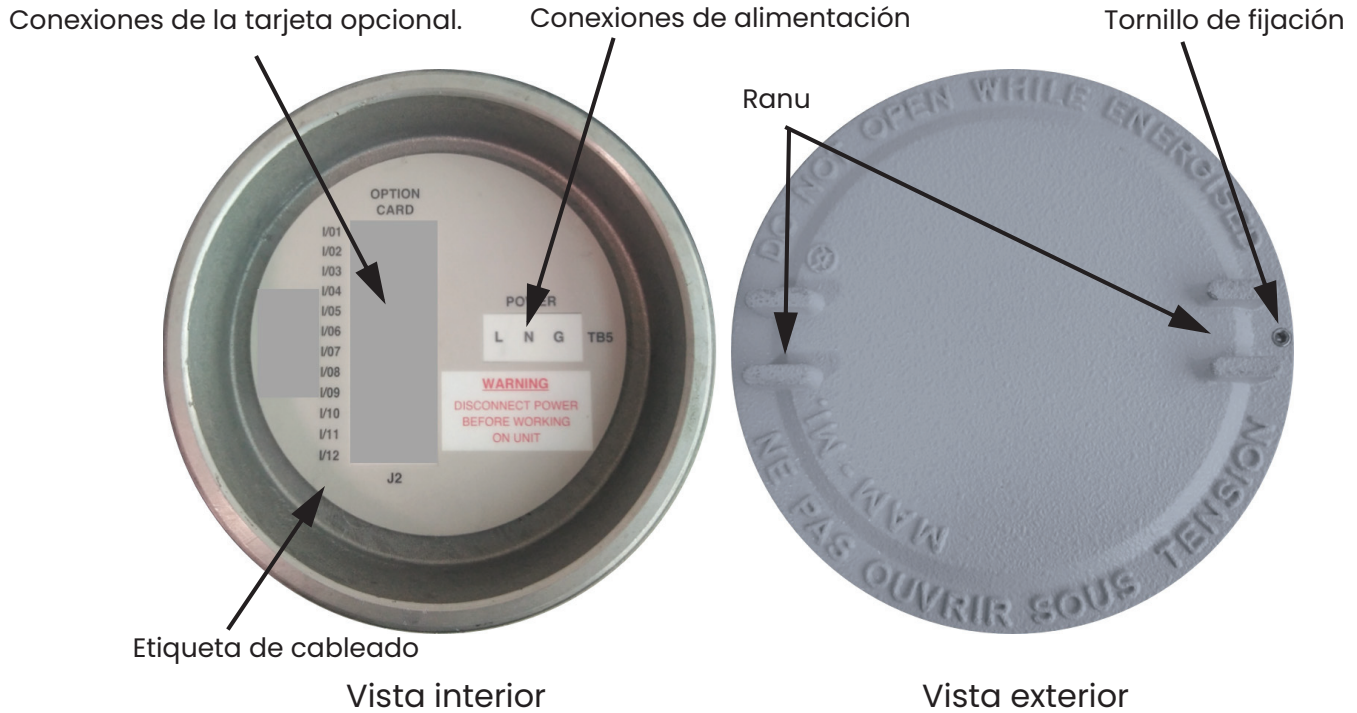
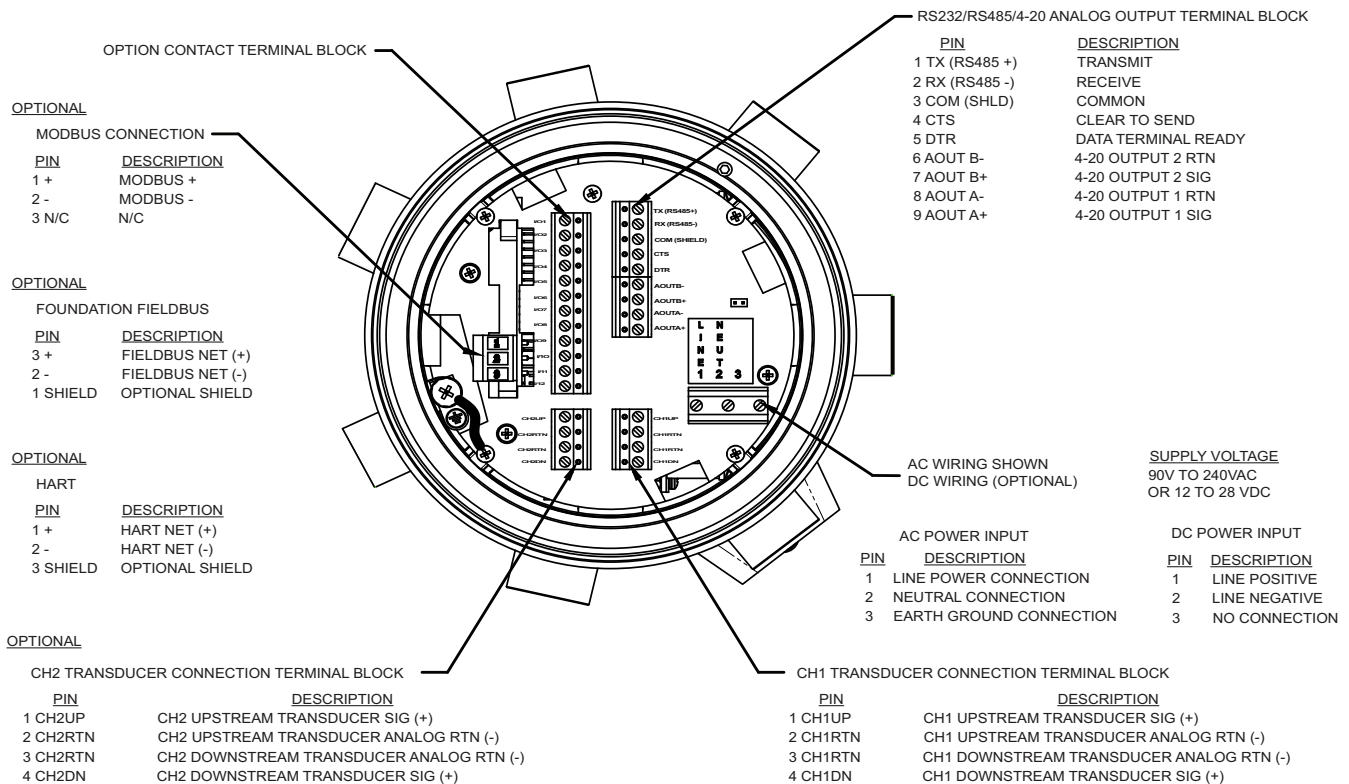

Figura 9: Tapa trasera con etiquetas de conexión
Figura 13: Electrónica del transmisor - diagrama de cableado (plano de ref. N° 702-1846)
Para preparar el caudalímetro de gas de proceso PanaFlow Z1G/Z2G para el cableado, consulte la figura 9 y siga los pasos que se indican a continuación:
Consulte la figura 13 en la página 14 para localizar el bloque de terminales correcto y conecte la alimentación de línea como se indica a continuación:
4. Pase el cable a través del orificio del conducto y conecte los cables de alimentación de línea al bloque de terminales, utilizando las asignaciones de números de clavija que se muestran en la figura 13 de la página 14.
3. Consulte la figura 13 en la página 14 para localizar el bloque de terminales correcto y cablee las salidas analógicas como se muestra. Fije la abrazadera del cable.
Consulte la figura 13 en la página 14 para localizar el bloque de terminales correcto y cablee el puerto serie RS485 como se indica a continuación:
3. Localice el bloque de terminales de 12 patillas en la figura 13 de la página 14 y cablee la tarjeta opcional como se indica en la etiqueta del interior de la cubierta posterior (consulte la figura 9 de la página 7). Fije la abrazadera del cable.
Antes de realizar cualquier conexión, siga los pasos indicados en "Realización de las conexiones eléctricas" en la página 10. A continuación, cablee las entradas analógicas como se indica en la etiqueta de la cubierta posterior (consulte la figura 9 en la página 7).
La tarjeta opcional de entradas RTD del caudalímetro de gas de proceso PanaFlow Z1G/Z2G proporciona dos o cuatro entradas RTD directas (designadas como A, B, C y D). Cada entrada RTD requiere tres cables, y debe conectarse como se indica en la etiqueta de la cubierta posterior (vea la figura 9 en la página 7).
Para conectar la interfaz HART, consulte la figura 13 en la página 14.
Para conectar la interfaz Foundation Fieldbus, consulte la figura 13 en la página 14 y proceda como se indica a continuación: